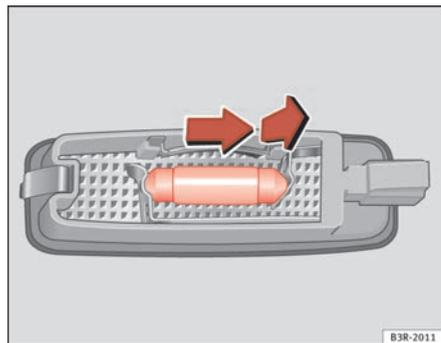

Fig. 224 Desmontagem da luz da pala do sol
- Retire a lâmpada, movendo-a no sentido da seta e para fora ⇒ fig. 224. ■